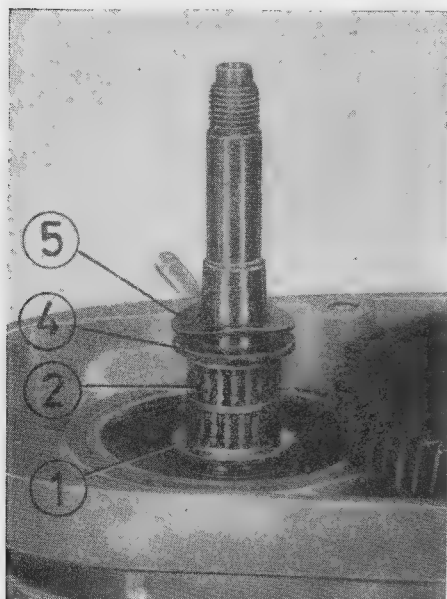

Bild 271. Montageprinzip Kupplungsmitnehmer
Mit der Meßvorrichtung 05-ML 13-4 ermittelt man das vorhandene Axialspiel. Die Meßvorrichtung wird dazu ohne Federscheibe (5) und Anlaufscheibe (4) (Bild 271) aufgesetzt. Das Axialspiel des Antriebsrades mit innerem Mitnehmer ist festgelegt auf 0,05 ... 0,10 mm.
Mit den Distanzscheiben (1) (Bild 271) kann das Axialspiel eingestellt werden.
- Die Kupplung aufsetzen. Die Federscheibe (5) unter der Kupplung sorgt durch ihre Federkraft für den Festsitz der Anlaufscheibe (4) (Bild 271). Die Vorspannung der Federscheibe ist gut, wenn beim Aufsetzen der Kupplung (vor dem Anziehen) die Kupplung im Konus noch nicht festsitzt und leicht kippt.
- Vor dem Aufbau des Kupplungsdeckels ist die Kupplung mit Hilfe eines Distanzrohres (A) fest anzuziehen.